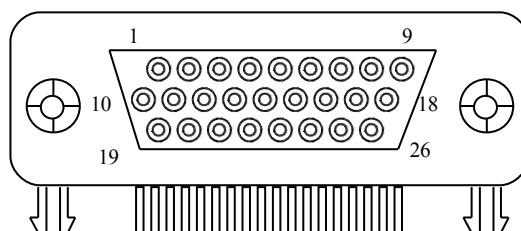

Рис. 3. Схема расположения выводов на разъеме X10
1. Все выходы PWMi+ и TiPWM+ подключены к источнику цифрового питания +5 V(D) внутри контроллера, а выходы PWMi- и TiPWM- являются выходами микросхем с открытым коллектором, что позволяет управлять первичной цепью оптрона драйвера ключа непосредственно от контроллера, обеспечивая гальваническую развязку с силовой частью преобразователя (допустимый выходной ток 24 мА);
3. Схема расположения выводов на разъеме показана на рис. 3